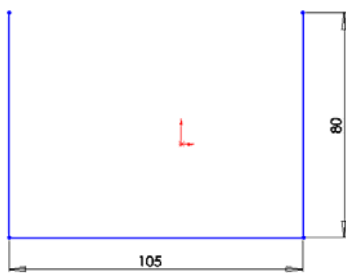
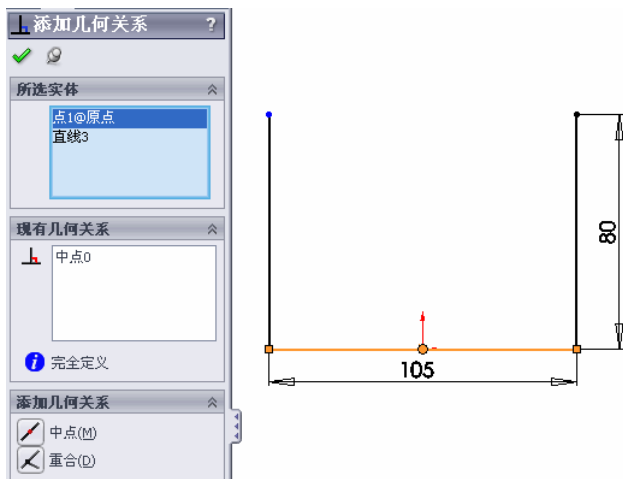

图 10-66 绘制草图
图 10-67 添加“中点”约束
② 绘制草图。在左侧的“FeatureMannger 设计树”中选择“前视基准面”作为绘图基准面, 然后单击“草图”工具栏中的“矩形”图标, 绘制一个矩形, 将矩形上直线删除, 标注相应的智能尺寸, 如图 10-66 所示。将水平线与原点添加“中点”约束几何关系, 如图 10-67 所示, 然后单击“退出草图”图标。